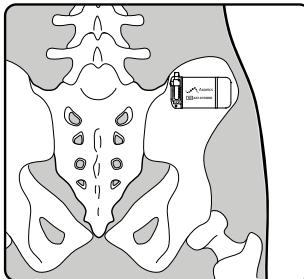

Abbildung 3:Implantationsposition des Axonics Neurostimulators
- Der Neurostimulator sollte horizontal (**Abbildung 3**) mit der Keramikseite von der Mittellinie des Patienten wegzeigend implantiert werden, um das Laden und Programmieren zu erleichtern.
1. Den Neurostimulator in der subkutanen Tasche platzieren. Darauf achten, dass die Keramikseite von der Mittellinie des Patienten weg zeigt, um eine gute Kommunikation mit der Fernbedienung und ein problemloses Aufladen des Akkus zu gewährleisten (**Abbildung 3**). Die eingeätzte Beschriftung kann zum Muskelgewebe hin oder von ihm weg gerichtet sein. Darauf achten, dass die Elektrode ohne scharfe Biegungen vom Neurostimulator wegführt.